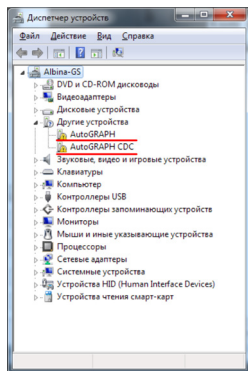

Рис.95. Новые устройства.
- Система автоматически найдет новое оборудование (Рис.95).